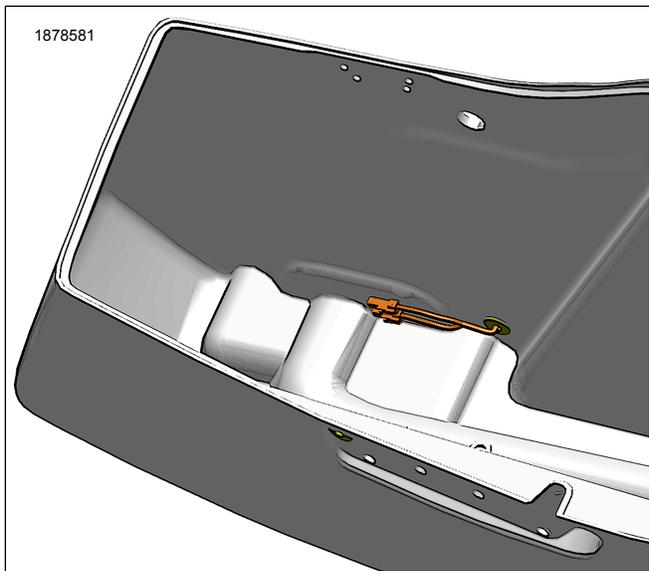

Figure 4. Acheminement du faisceau de connexion volante
3. Figure 4 En cas d'installation d'un kit éclairage intérieur de sacoche (no de pièce 68000425) avec un kit feu latéral de sacoche (no de pièce 68000372), l'achat séparé de deux faisceaux de connexion volants arrière dans la gamme des accessoires (no de pièce 69203366) est requis.